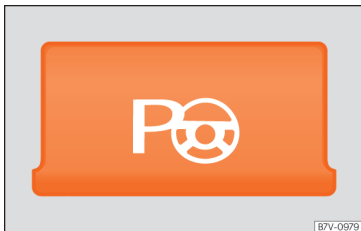

Abb. 269 Ansicht der Mittelkonsole: Taste zum manuellen Einschalten des Parklenkassistenten.
- **Bei Parklücken parallel zur Fahrbahn:** Taste  »» **Abb. 269** so oft drücken, bis der gewünschte Parkmodus gewählt ist. In der Taste leuchtet eine Kontrollleuchte, wenn die Funktion eingeschaltet ist.
- **Bei Parklücken quer zur Fahrbahn:** Taste  »» **Abb. 269** so oft drücken, bis der gewünschte Parkmodus gewählt ist. In der Taste leuchtet eine Kontrollleuchte, wenn die Funktion eingeschaltet ist.
- Drücken Sie die Taste . In der Taste **» Abb. 269** leuchtet eine Kontrollleuchte, wenn die Funktion eingeschaltet ist.